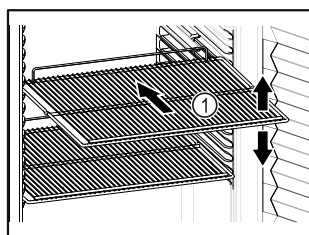

Fig. 86 Beispielhafte Darstellung
- ❑ Wenn Ablageflächen Fig. 86 (1) versetzbar sind, Ablageflächen je nach Höhe anpassen.